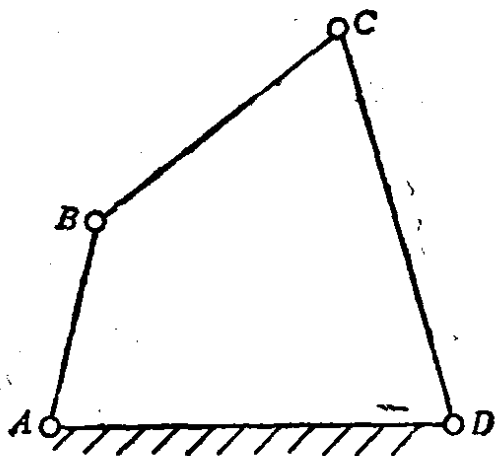

图 1-5
8. 如图1-5所示的铰链四杆机构, AD 杆为机架, 其尺寸: $AB = 200\text{mm}$, $BC = 300\text{mm}$, $CD = AD = 400\text{mm}$ 。试判断此四杆机构属于哪一种基本型式。